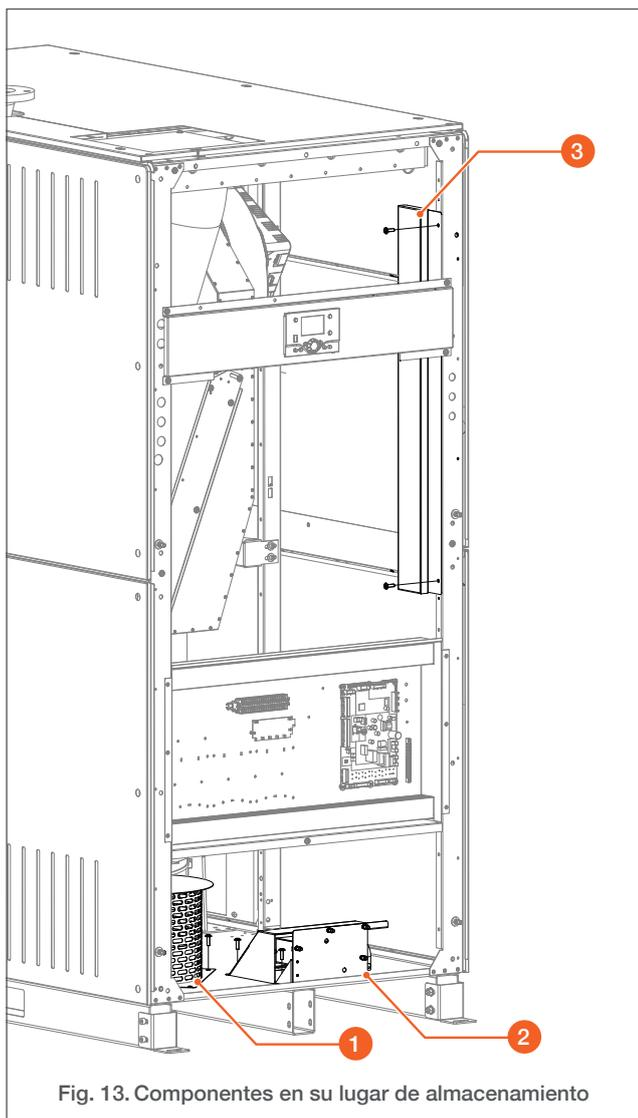
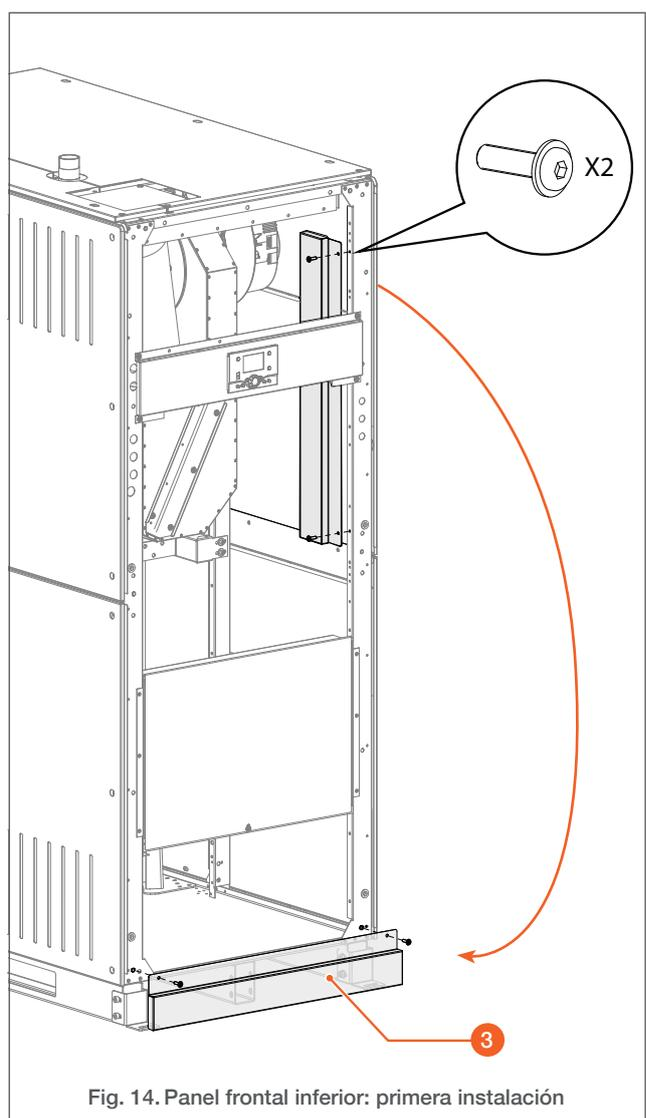

Fig. 13. Componentes en su lugar de almacenamiento
Fig. 14. Panel frontal inferior: primera instalación
6. Extraiga los siguientes componentes de su lugar de almacenamiento. Consulte la **Fig. 13 a continuación**:
- ▶ Conexiones de entrada de aire (1)
- ▶ Sifón de condensados (2)
- ▶ Panel frontal inferior (3)
7. Con una llave de vaso de tamaño 4, suelte los tornillos y quite las conexiones de entrada de aire (1) y el sifón de condensados (2) de su lugar de almacenamiento.
8. Con una llave de vaso de tamaño 4, quite el panel frontal inferior (3) de su lugar de almacenamiento e instale en su posición de montaje. Consulte la **Fig. 14 a continuación**.